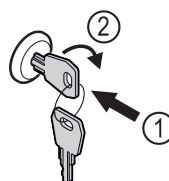

Fig. 172
- ▶ Sleutel erin duwen Fig. 172 (1).
- ▶ Sleutel 90° rechtsom draaien *Fig. 172 (2)*.